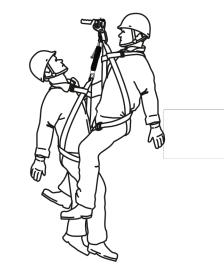

Рис.8
- Опуститесь на уровень чуть выше того, на котором находится пострадавший, охватите его ногами, затем присоедините карабин устройства Полиспаст ST к точке крепления страховочной привязи пострадавшего (рис. 8).